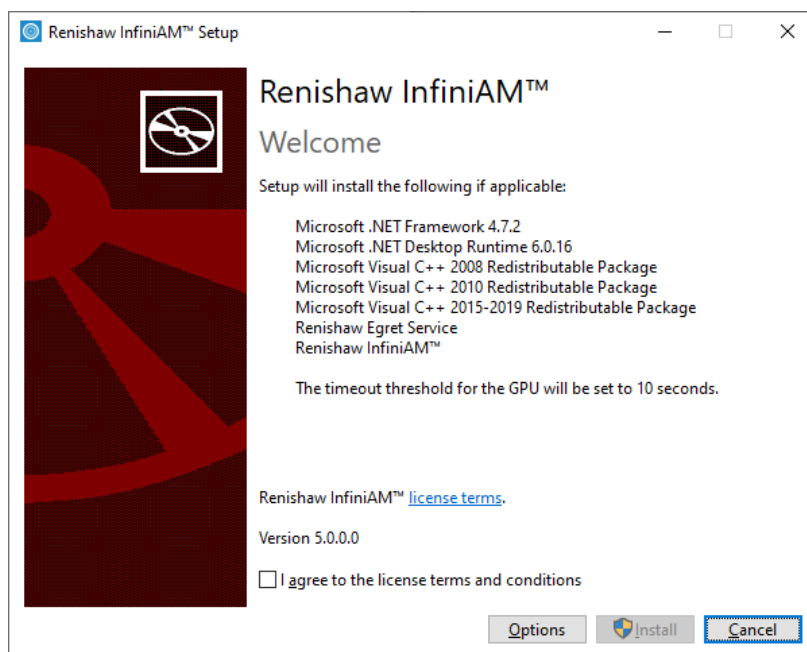

Figure 50 Programme d'installation du logiciel InfiniAM
1. Exécutez le fichier d'installation « Renishaw InfiniAM Setup.exe ». Cochez la case **I agree** (J'accepte). Notez la liste des composants à installer. S'ils ne se trouvent pas déjà sur le PC, leurs programmes d'installation seront exécutés dans le cadre de la procédure d'installation globale (voir la Figure 50).
2. Pour créer un raccourci sur le bureau, cliquez sur **Options** (voir la Figure 50) et cochez les cases de votre choix.